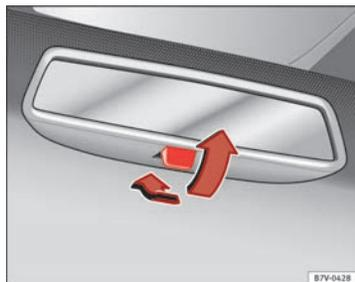

Fig. 71 Rétroviseur intérieur jour/nuit manuel.
- Pour sélectionner la position nuit, déplacez le levier vers l'arrière => fig. 71.